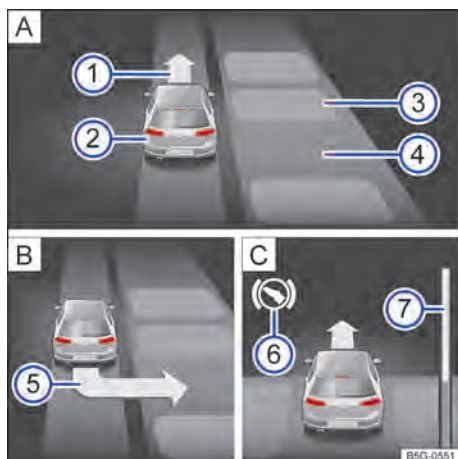

Fig. 168 No display do instrumento combinado: entrar na vaga de estacionamento transversalmente à pista.
⑦ Barras de progressão (distância relativa remanescente).
- Observar a solicitação para entrar na vaga no display do instrumento combinado → Fig. 168 .
Legenda para → Fig. 168: